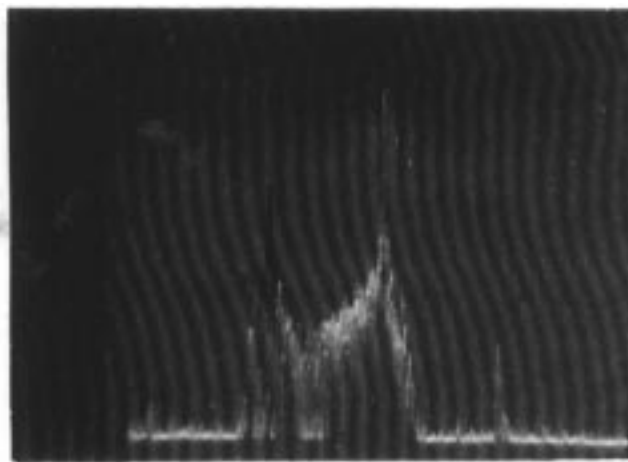

Bild 7: Wirkung eines Restseitenbandfilters auf das Signal eines digitalen Bildgebers.
die Wirkung eines Restseitenbandfilters nach (3) auf ein Kamerasignal, **Bild 7** die Wirkung desselben Filters auf das Signal eines digitalen Bildgebers.